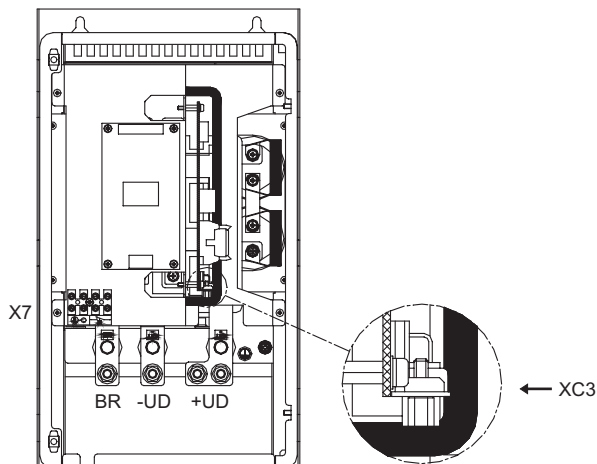
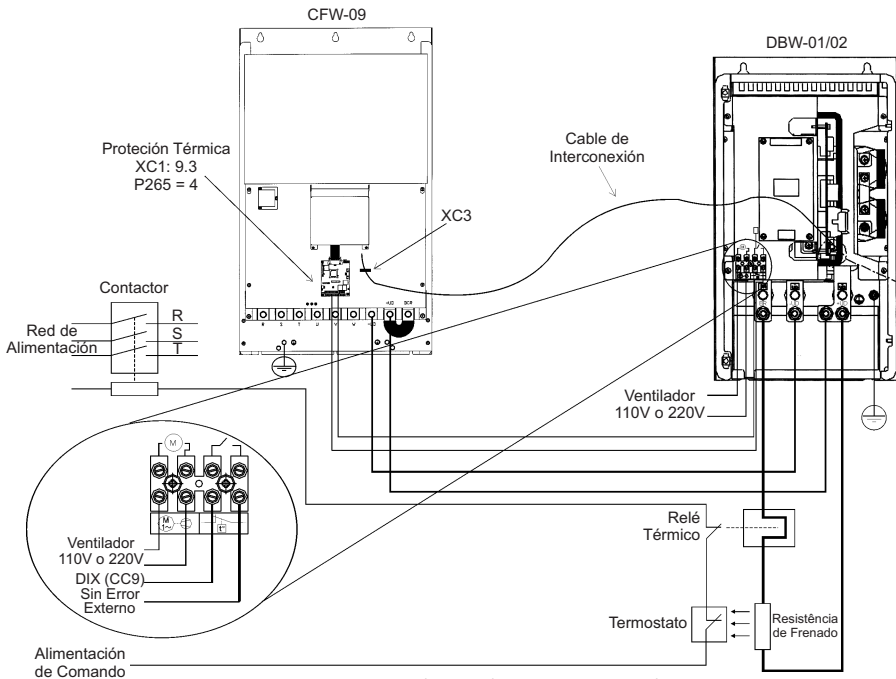

Figura 6: Localización del Conector XC3
Figura 8: Conexiones entre el DBW, el CFW-09 y Resistor de Freno
- Paso 4** Conecte la barra +UD del módulo de frenado al borne +UD del convertidor, como en la figura 8;
- Paso 5** Conecte la barra -UD del módulo de frenado al borne -UD del convertidor, como en la figura 8;
- Paso 6** Conecte uno lado del cable de interconexión al conector XC3 (figura 6) en la tarjeta CRG4 en el módulo de freno. Conecte el otro lado del cable al conector DB9 que es fijado a un soporte metálico al lado de la tarjeta de control del CFW-09, ver la figura 8;
- Paso 7** Conecte la resistencia de frenado y el relé térmico en serie, entre los bornes +UD y BR, como en la figura 8;
La figura 8 presenta las conexiones del módulo de frenado al convertidor, bien como las conexiones de la resistencia al módulo de frenado. También es presentada la inclusión de un relé térmico y un termostato en contacto con el cuerpo de la resistencia con el objetivo de proteger el mismo. Los cables que hacen las conexiones de potencia entre el convertidor y el módulo y entre el módulo y la resistencia de frenado deben ser dimensionados de acuerdo con el ciclo térmico del frenado.